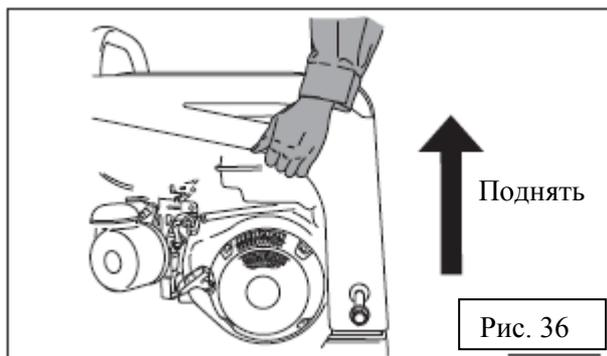

Рис. 36
2. Поднимите крышку, удерживая её за борта (рис. 36).